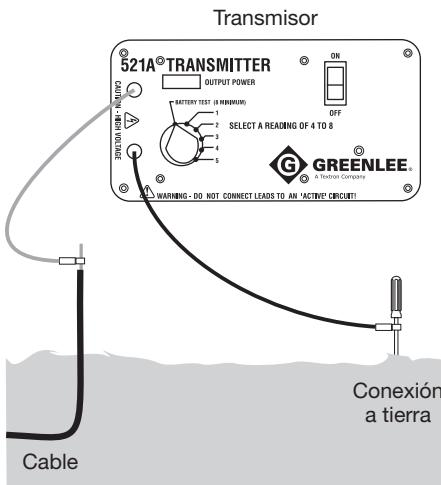

Figura 1 – Instalación del Transmisor
- Con el transmisor apagado, conecte el conductor rojo al cable que se va a localizar y el conductor negro a una buena conexión a tierra con la punta a tierra suministrada. (Consulte la Figura 1).